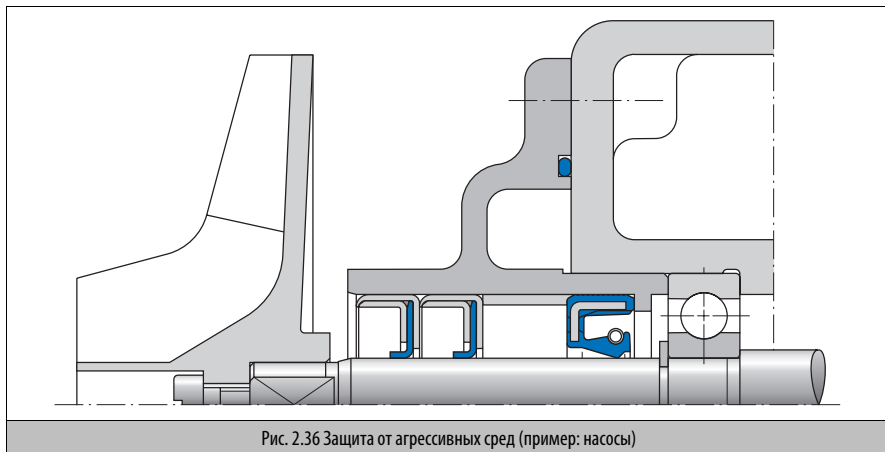

Рис. 2.36 Защита от агрессивных сред (пример: насосы)
- Пример монтажа конструкции В2РТ в насосе (→ Рис. 2.36)